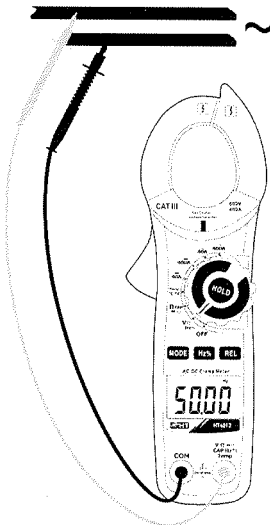

Abb. 4: Verwendung der Zange für Frequenz- und Duty Cycle-Messungen
3. Verbinden Sie die rote Messleitung mit der **VΩ→→CAPHz%Temp** Eingangsbuchse, und die schwarze Messleitung mit der **COM** Eingangsbuchse (siehe Abb. 4) für die Frequenzmessung mit Messleitungen. Der Wert der Frequenz (Hz) oder des Duty Cycle (%) erscheint auf dem Display.